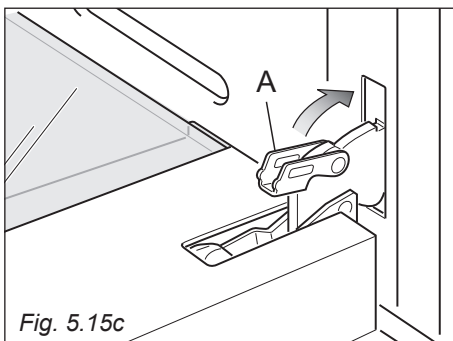

Fig. 5.15c
- Chiudere le leve "A" delle cerniere destra e sinistra (fig. 5.15c).